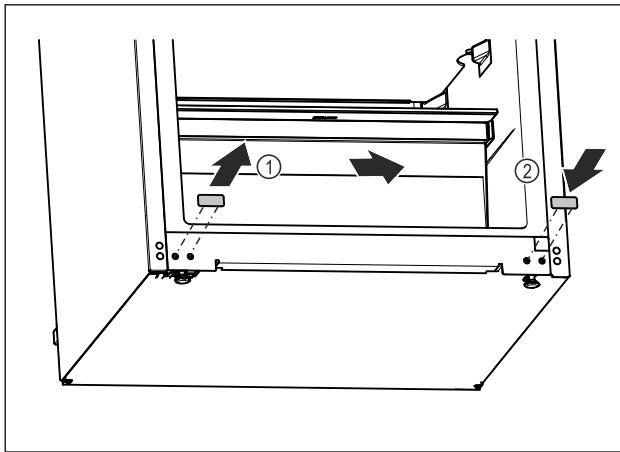

Fig. 12
- ▶ Hiqni tapat mbuluese. Fig. 12 (1)
- ▶ Vendosni tapat mbuluese në anën e kundërt. Fig. 12 (2)